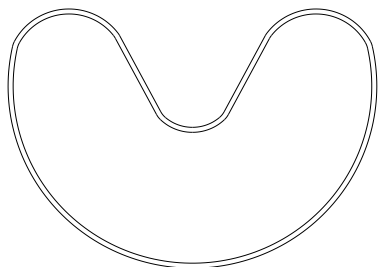

Bild 15: Montage von Dichtung und Abstreifer
- Setzen Sie beidseitig neue Dichtungen (Bauteil 1.4 und 1.5) und Abstreifer (Bauteil 1.3) in das Gehäuse ein. Hierzu können die Bauteile herzförmig geformt werden (siehe Bild 15).